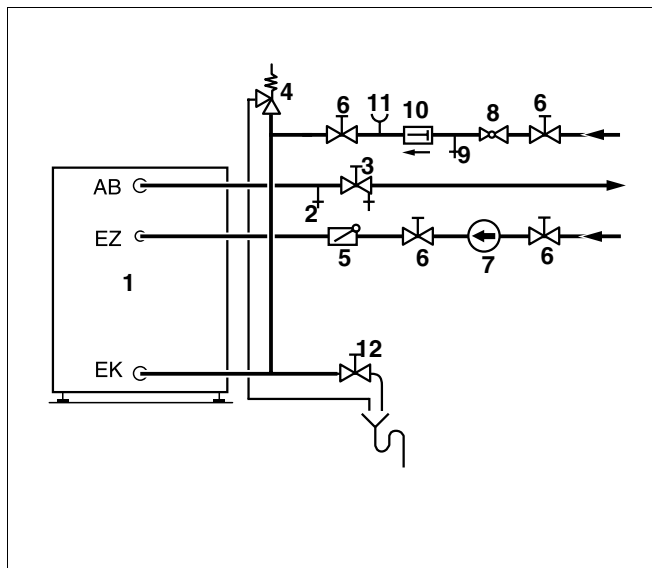

Fig. 6 Installazione (illustrazione schematica)
Installazione e dotazione delle tubazioni dell'acqua (fig. 6) nel pieno rispetto delle norme e delle disposizioni legali vigenti.
- Montare la valvola d'aerazione e di sfogo aria (fig. 6, **pos. 2**) nella tubazione dell'acqua calda prima della valvola d'intercettazione (fig. 6, **pos. 3**).
- Applicate alla valvola di sicurezza (fig. 6, **pos. 4**) una targhetta con la seguente dicitura: "Non chiudere la tubazione di sfogo. Per motivi di sicurezza durante il riscaldamento può fuoriuscire dell'acqua".